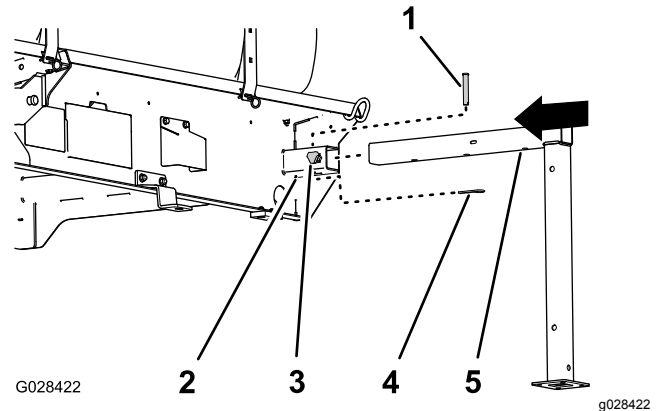

Figure 133
1. Alignez les jambes de support avant sur le récepteur à l'avant de la cuve (Figure 133).
2. Insérez la jambe de support dans le récepteur jusqu'à ce que le trou central du tube horizontal de la jambe soit en face du trou au sommet du récepteur (Figure 133).
4. Vissez à la main une molette de blocage dans le récepteur (Figure 133).